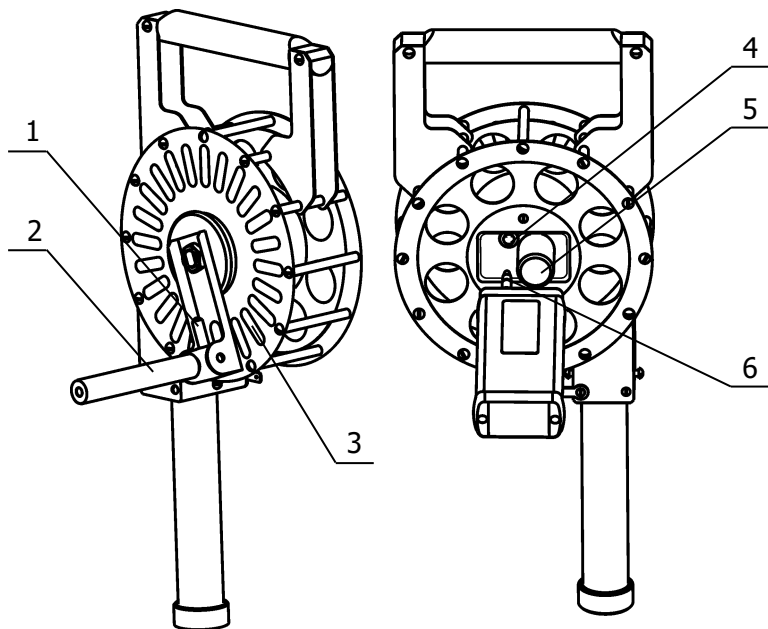

Рисунок 6 — Подключение электронного блока
- отвести рукоятку 2 (рисунок 6) устройства намотки кабеля в сторону и опустить датчик в резервуар на требуемую глубину, постепенно разматывая кабель;